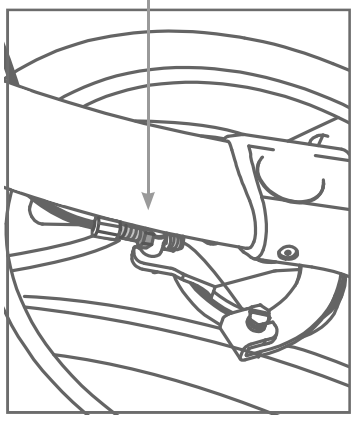

Figura 58: Ajuste del freno mediante el anillo de bloqueo (oscuro naranja) y el tornillo de ajuste.
- Afloja el anillo de bloqueo en la parte inferior del cable de freno. Gire el tornillo de ajuste situado inmediatamente arriba para acortar o alargar el cable del freno (Figura 58). Gire a la derecha en el sentido del reloj para más fuerza de frenado, y a la izquierda para menos fuerza de frenado. Así es como se ajusta el freno para que funcione correctamente.